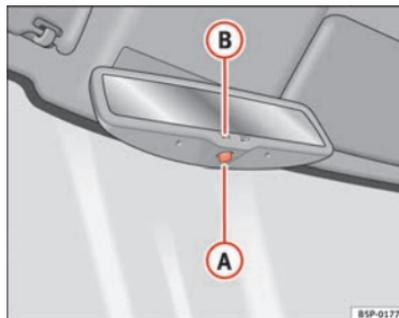

Fig. 69 Retrovisor interior com regulação automática para posição de antiencandeamento.
- Pressionar o botão **(A)** ⇒ Fig. 69. O aviso de controlo **(B)** apaga-se.
- Pressionar o botão **(A)** ⇒ Fig. 69. O aviso de controlo acende-se.